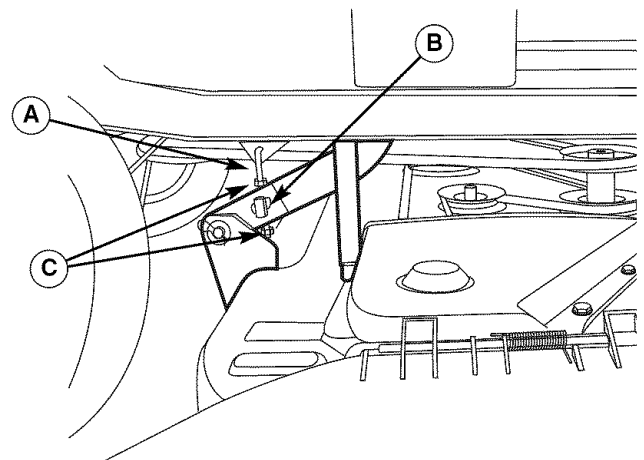

Figura 35. Ajuste de un Lado a Otro
6. Vea la Figura 35. El nivelado de un lado a otro se logra usando las varillas roscadas (A) y el muñón (B) en la parte posterior derecha e izquierda de la cubierta de la segadora. Afloje las contratuercas (C) y ajústelas hacia arriba o hacia abajo para ajustar el nivel de la segadora. Cuando termine, apriete las contratuercas unas con otras para sujetar el ajuste en su lugar.